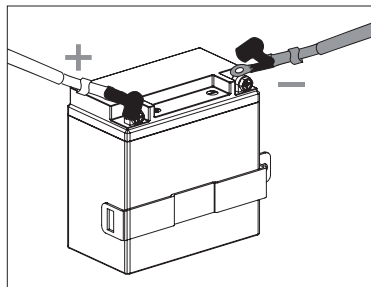

Fig. 02
1. A bateria selada do gerador está totalmente carregada e pré-instalada, exceto o cabo negativo (preto) da bateria [Fig. 02].
2. Corte a capa que envolve a ponta solta do cabo negativo. Conecte o cabo negativo (preto) da bateria ao terminal negativo (-) da bateria [Fig. 02].